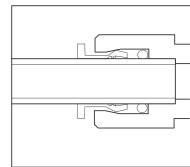

Fig.2
- ▶ Steek de slang zo ver mogelijk naar binnen (afb. 2).